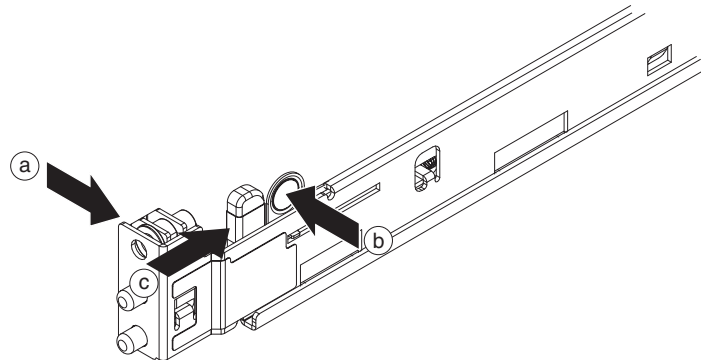

Abbildung 6. Schiene an der linken Vorderseite mit dem Gehäuserahmen verbinden
4. Führen Sie die linke Vorderseite der Schiene ein, wie in Abb. 6 auf Seite 17 dargestellt. Gehen Sie wie folgt vor, um die Vorderseite der linken Schiene in den Gehäuserahmen einzuführen: